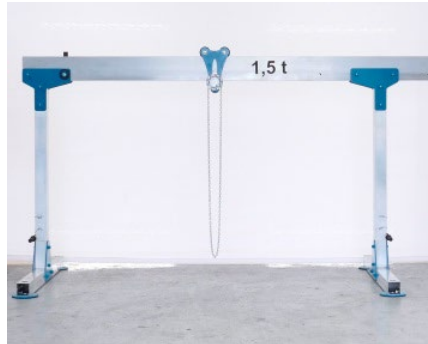

Abb. 6
- Träger (1) rechts mit 2 Schrauben und links mit 1 Schraube mit den Stützen befestigen (Abb. 6).